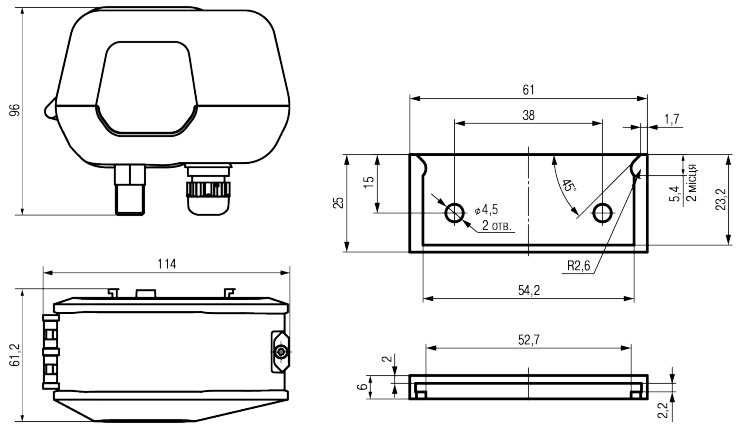

Рисунок 4.1 – Габаритні та приєднувальні розміри пристрою (1) та кронштейна (2)
- габаритні і приєднувальні розміри на технологічному об'єкті відповідають розмірам пристрою (див. *рисунок 4.1*);